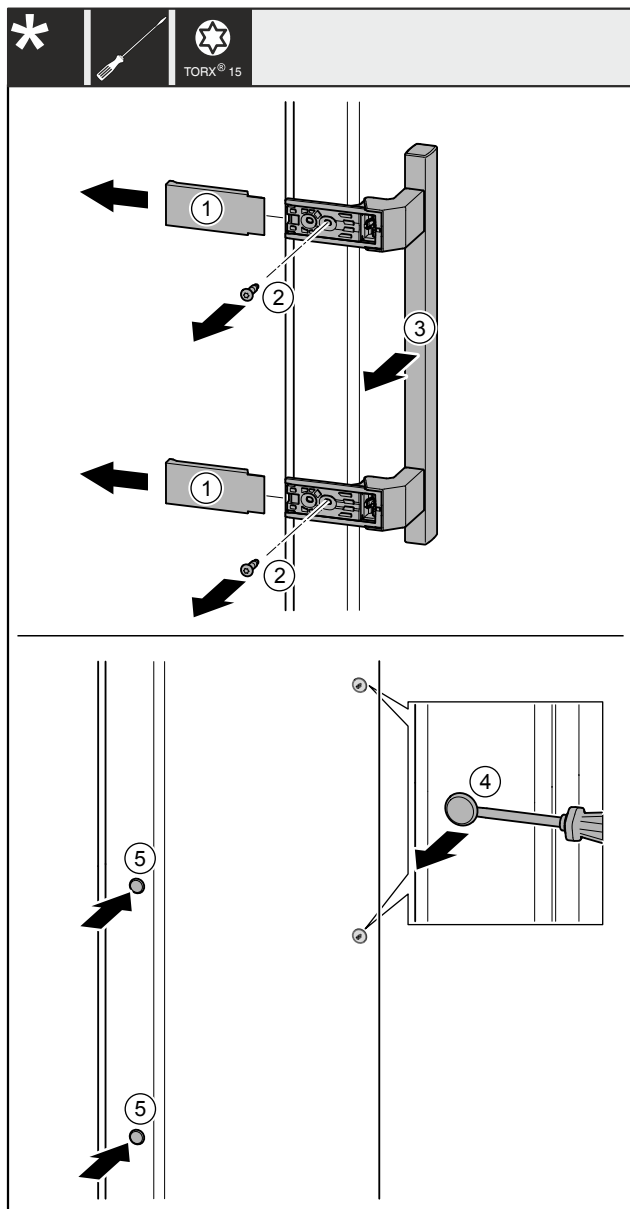

Fig. 41
- Snemite pokrove Fig. 41 (1).
- Izvijte vijake Fig. 41 (2) z izvijačem.
- Snemite ročaj Fig. 41 (3).
- Previdno dvignite stranski čep Fig. 41 (4) s ploščatim izvijačem in ga izvlecite.
- Vstavite čep Fig. 41 (5) nazaj na drugi strani.